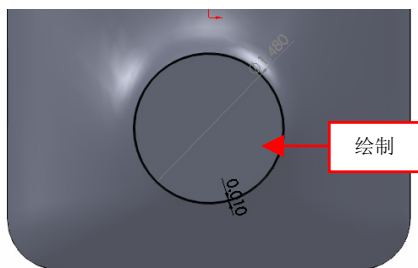

图 16-40 绘制草图对象
(1) 单击【草图绘制】按钮, 在绘图区中, 选取基准面 1 为草图绘制平面, 进入草图绘制环境, 绘制草图对象, 如图 16-40 所示。